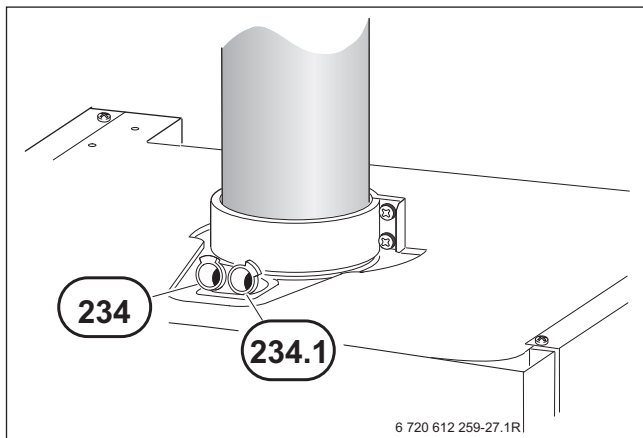

Bild 63
- ▶ Verschluss-Stopfen am Mess-Stutzen für Verbrennungsluft (234.1) entfernen (→ Bild 63).
- ▶ Verschluss-Stopfen am Mess-Stutzen für Abgas (234) entfernen (→ Bild 63).